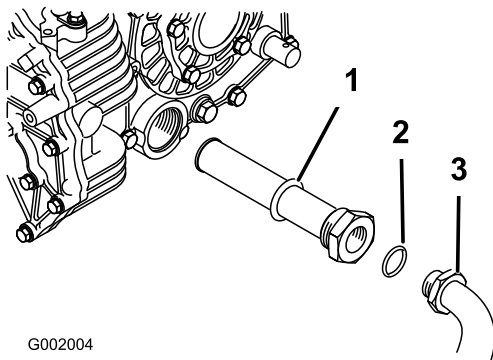

Figura 67
- Retire o tubo do hidráulico e o conector de 90° (Figura 67).